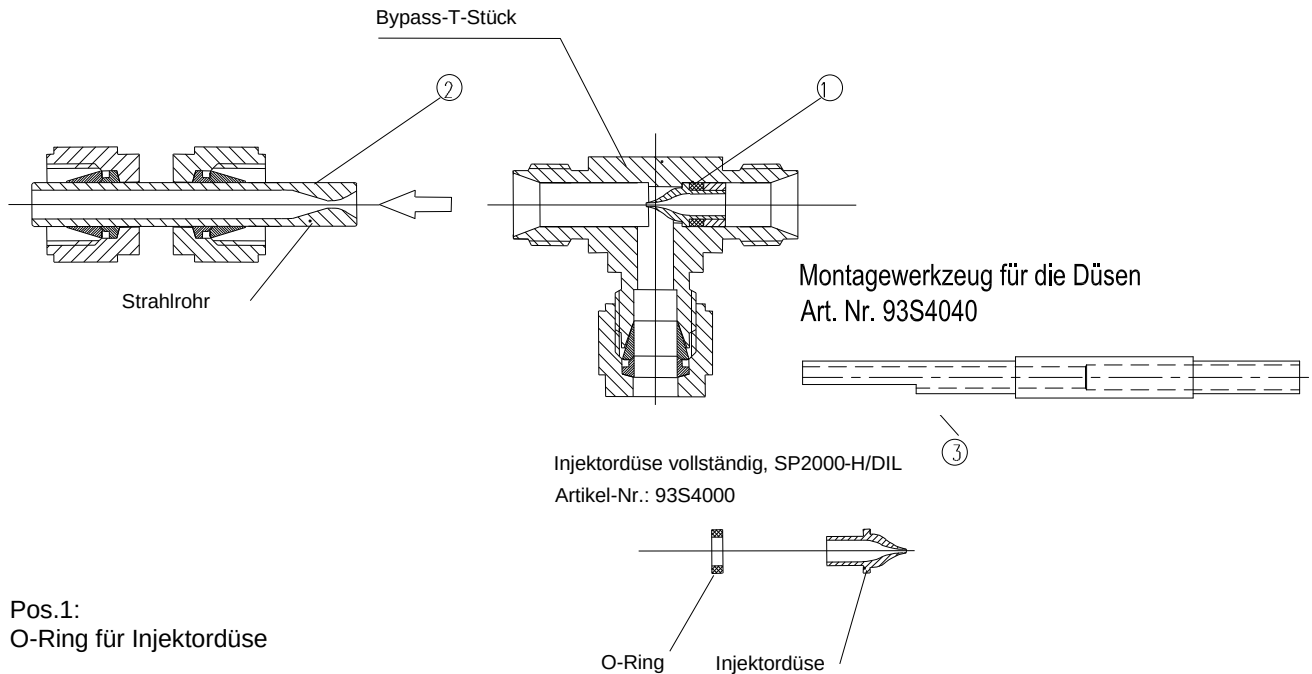

Abbildung 18 Bypass-Injektoreinheit mit Dichtung (180°C-Version)
- Injektordüse mit dem Werkzeug (Abb. 18, Pos. 3) von der Strahlrohrseite aus dem T-Stück herausdrücken und mit Dichtung auswechseln;
Abbildung 18 zeigt die Bypass-Injektoreinheit in der 180°C-Version.
- Injektordüse mit dem Werkzeug (Pos. 3, Abb. 18) von der Strahlrohrseite aus dem T-Stück herausdrücken;